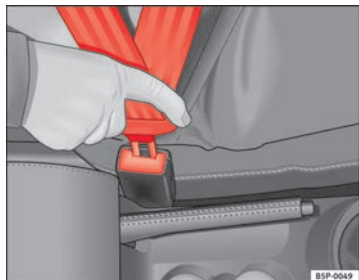

Abb. 11 Gurtschloss und Schlosszunge des Sicherheitsgurtes
- Stecken Sie die Schlosszunge in das zum Sitz gehörende Gurtschloss, bis es hörbar einrastet ⇒ Abb. 11.